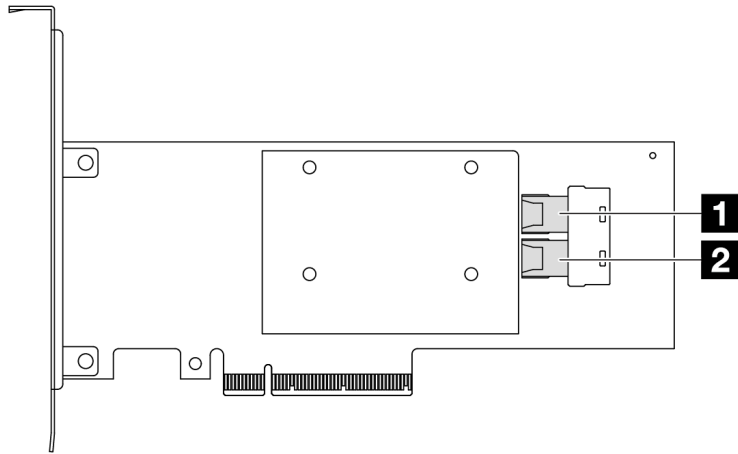

Abbildung 316. Ein Gen 3 8i SFF RAID/HBA-Adapter (zwei Anschlüsse)
- Abbildung 316 „Ein Gen 3 8i SFF HBA-Adapter \(zwei Anschlüsse\)“ auf Seite 364